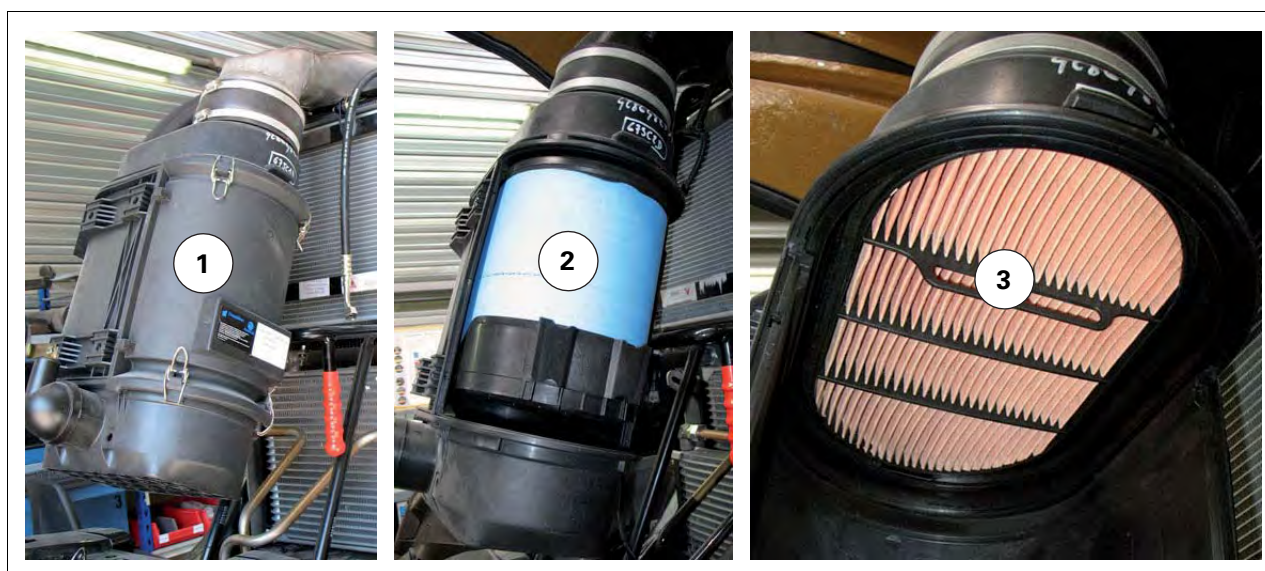

Рис. 15.
- Замена главного фильтра ((2)) необходима *рис. 15*, если контрольная лампа засора загоралась 5 раз, раз в год или каждые 1200 часов.
- Замена вспомогательного фильтра (3) необходима рис. 15, если он очищался 5 раз, раз в год или каждые 1200 часов.
Снимите главный фильтр (2) и вспомогательный фильтр (3). Для доступа к фильтрам разблокируйте защелку и снимите крышку (1) .рис. 15